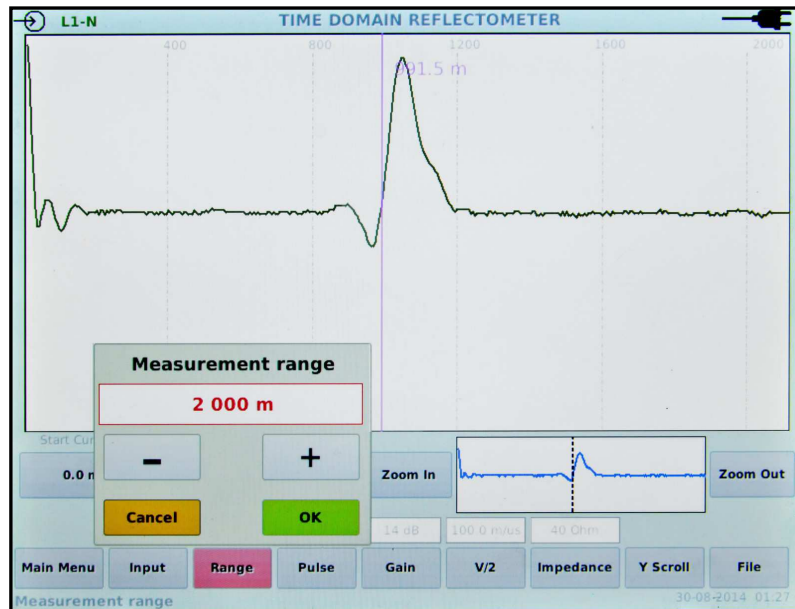

Рисунок 9 – Окно выбора диапазона измерений по расстоянию
2.2.8 Далее необходимо выбрать предполагаемый диапазон измерений по расстоянию (см. рисунок 9).